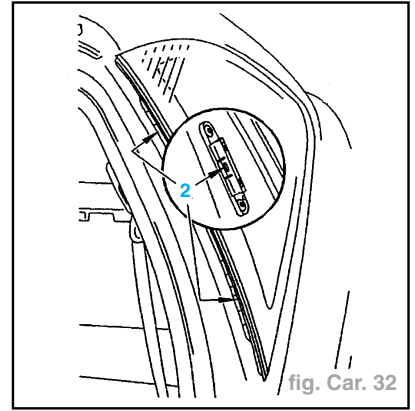

fig. Car. 32
- Dégager la vitre en appuyant sur les charnons (2); à l'aide d'un petit tournevis (fig. Car. 32).